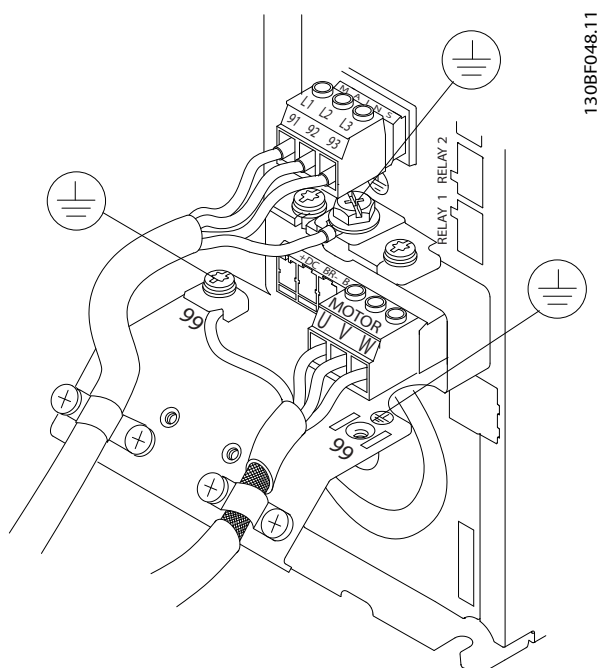

Ilustración 4.5 Ejemplo de cableado del motor, de alimentación y de conexión toma a tierra
La *Ilustración 4.5* muestra la entrada de alimentación, el motor y la conexión a tierra en los convertidores de frecuencia básicos. Las configuraciones reales pueden variar según los tipos de unidades y el equipo opcional.
1. Conecte el cableado de alimentación de entrada trifásica de CA a los terminales L1, L2 y L3 (consulte la Ilustración 4.5).